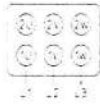

Bild 1
- niedrige Drehzahl / low speed -> Bild 1
niedere Drehzahl / low speed -> Bild 1